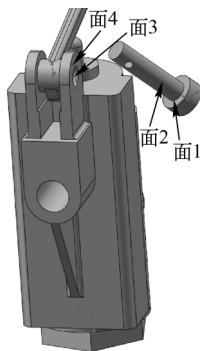
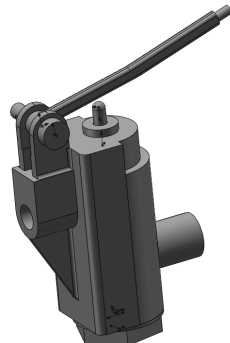

图 12-121 插入“销钉”到装配体
图 12-122 配合后的图形 3
① 插入螺栓。单击“装配体”控制面板中的“插入零部件”按钮，在弹出的“打开”对话框中选择“销钉”，将其插入到装配界面中，如图 12-121 所示。
② 添加装配关系。单击“装配体”控制面板中的“配合”按钮，选择图 12-121 中面 2 和面 3，添加“同轴心”关系；添加图 12-121 中的面 1 和面 4，添加“重合”关系；单击“确定”按钮，结果如图 12-122 所示。